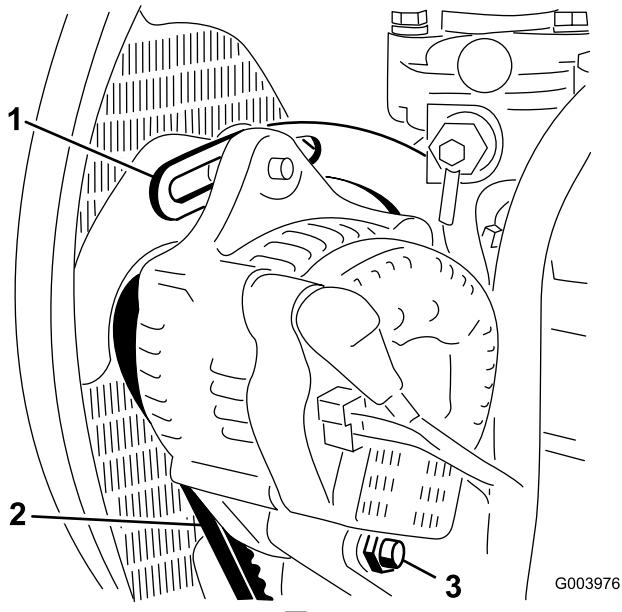

図 74
2. オルタネータ側プーリとクランクシャフト側プーリ間の中央部(図 74)でベルトを指で10 kg程度の力で押して点検する。